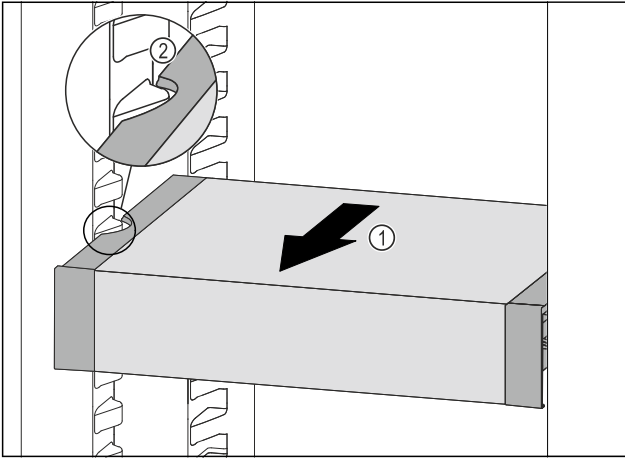

Fig. 151
- VarioSafe çekmecesini, VarioSafe çekmecesinin yandaki boşlukları soğutma bölümündeki yerleştirme çıkıntıları yüksekliğine gelene kadar Fig. 151 (2) öne doğru çekin Fig. 151 (1).